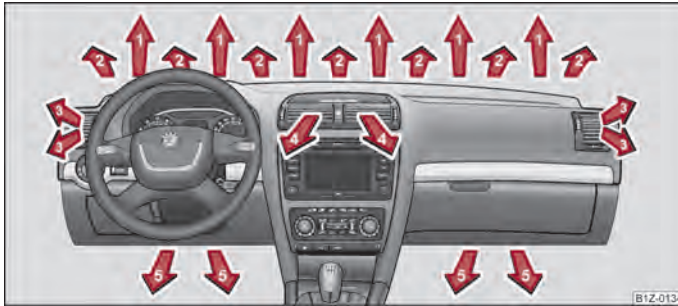
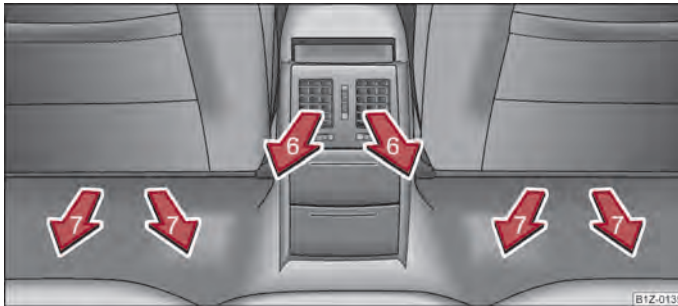

Fig. 91 Fantele de ventilație față
Fig. 92 Fantele de ventilație spate
Fantele de ventilație 3, 4 ⇒ fig. 91 și 6 ⇒ fig. 92 se pot deschide și închide separat.
- Fantele de ventilație 3 ⇒ fig. 91.
- Vă recomandăm, să lăsați fantele de ventilație 4 ⇒ fig. 91 în poziție deschisă. ■